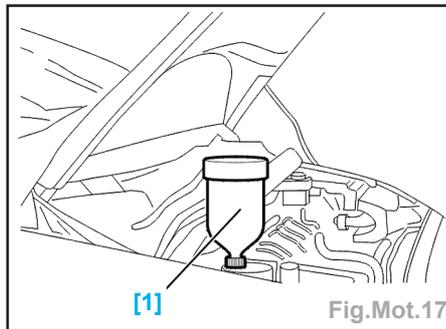

Fig.Mot.17
- Monter sur l'orifice de remplissage le cylindre de charge [1] (Fig.Mot.17).